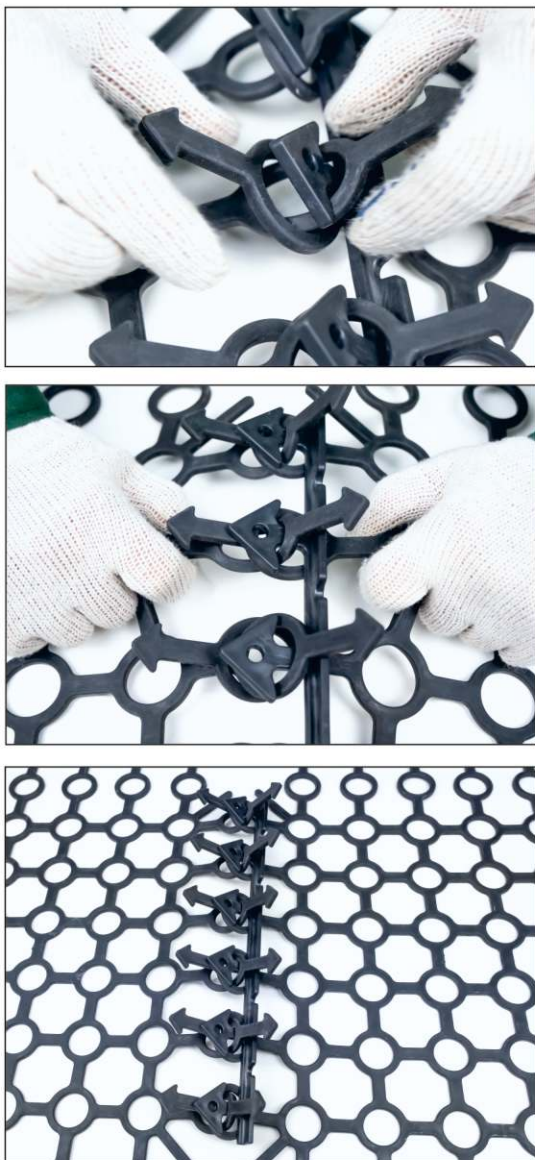

Рис. 7
5.2.2.4. Затянуть узел. Для этого поочередно протянуть кольца первого модуля вниз до упора так, чтобы планка фиксатора и ее стреловидные элементы были плотно прижаты ко второму модулю (рис. 7).